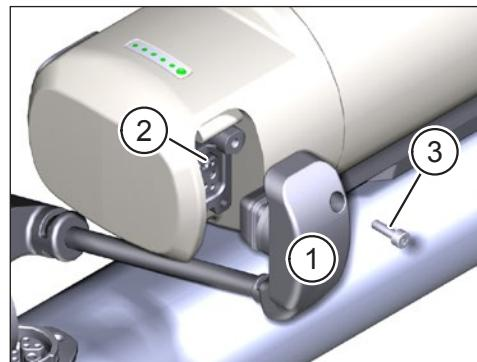

Abb. 7: Verbindungskabel am Range Extender befestigen
- Schließen Sie den Stecker (Pos. 1 in Abb. 7) des Verbindungskabels an der Buchse (Pos. 2 in Abb. 7) im Range Extender an.
- Befestigen Sie den Stecker mit der im Lieferumfang des Kabels enthaltenen Zylinderschraube M3 x 8 (Pos. 3 in Abb. 7) am Range Extender mit einem Drehmoment von 1 Nm.